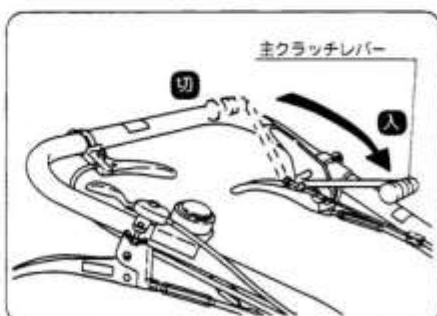

図10
- ③ 主クラッチレバーをゆっくり前方に押ししてください。(図10)